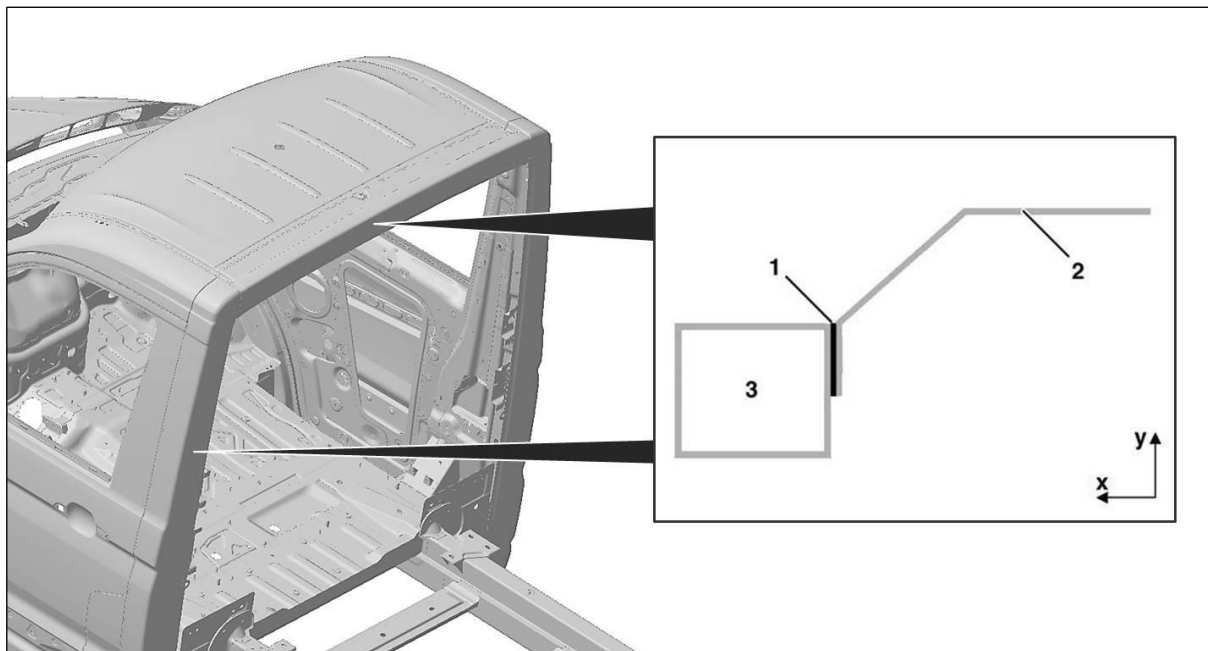

Abb.7: Anbindung Aufbau über Stehblech an B-Säule und Dachrahmen (Prinzipdarstellung!)
- Anbindung des Aufbaus an die B-Säule über ein Stehblech mit $t = 2 \text{ mm}$ gewinkelt mit ca. $2 \times 45^\circ$. Die Anbindung des Stehbleches muss vollflächig verklebt erfolgen (siehe Abb. 7).